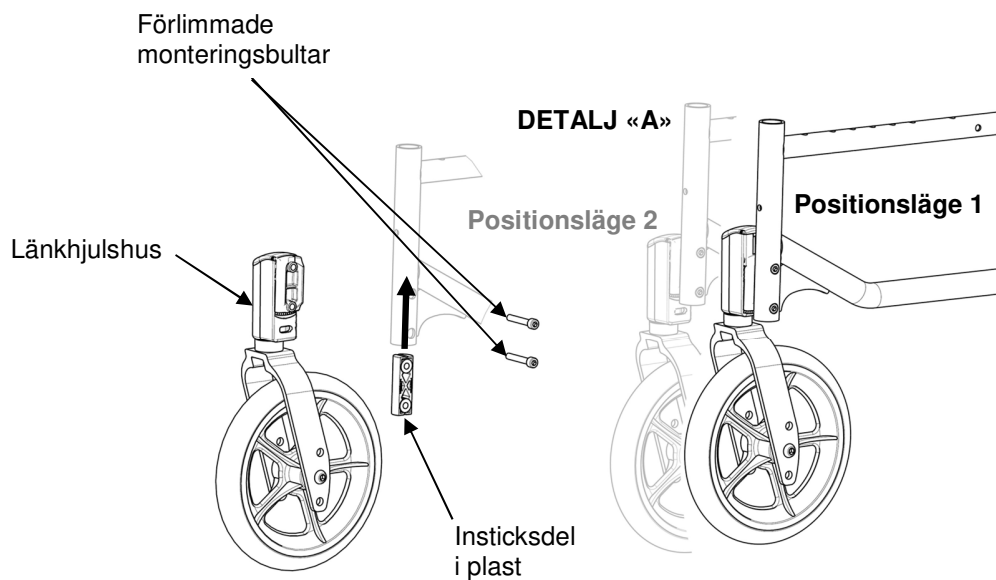

BILD 5.11 Justera länkhjulens positionsläge
OBS! Den här proceduren beskrivs i BILD 5.11.
2. Flytta länkhjulshuset till ett av två lägen. Se detalj "A" i BILD 5.11. Kontrollera alltid att insticksdelen i plast sitter på plats innan du drar åt monteringskruvarna.